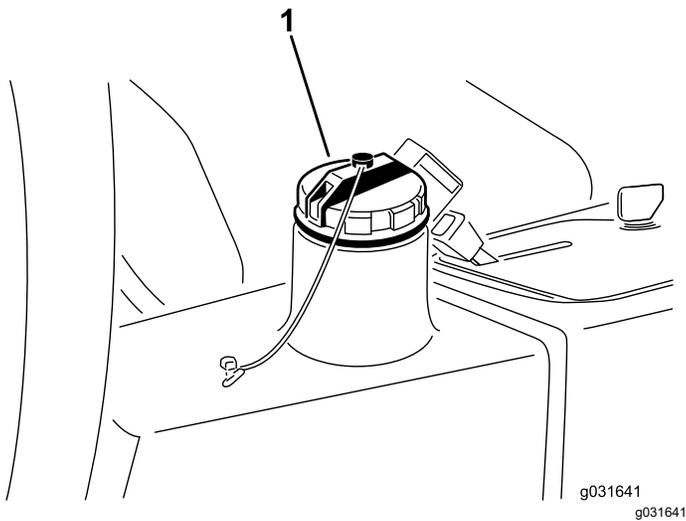

Figura 64
3. Retire a tampa do reservatório hidráulico (Figura 64).